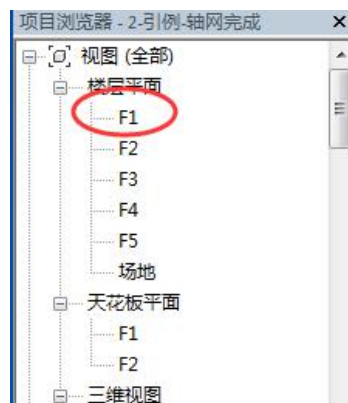
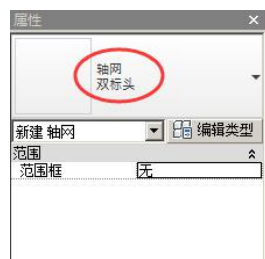
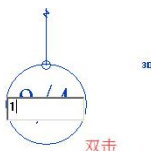

图 2-13 打开 F1 平面视图
图 2-14 轴网属性
图 2-15 修改轴号名称
- 双击“项目浏览器”面板中“楼层平面”下的“F1”（图2-13），打开首层平面视图。单击“建筑”选项卡“基准”面板中的“轴网”工具，状态栏显示“单击可输入轴网起点”，属性栏显示该轴网的属性为“双标头”（图2-14）。移动光标到绘图区域左下角单击鼠标左键捕捉一点作为轴线起点，然后向上移动光标一段距离后，单击鼠标左键确定轴线终点。按ESC键两次退出轴网创建命令。在轴号的名称上双击，改轴号的名称为“1”（图2-15），按回车键确认。